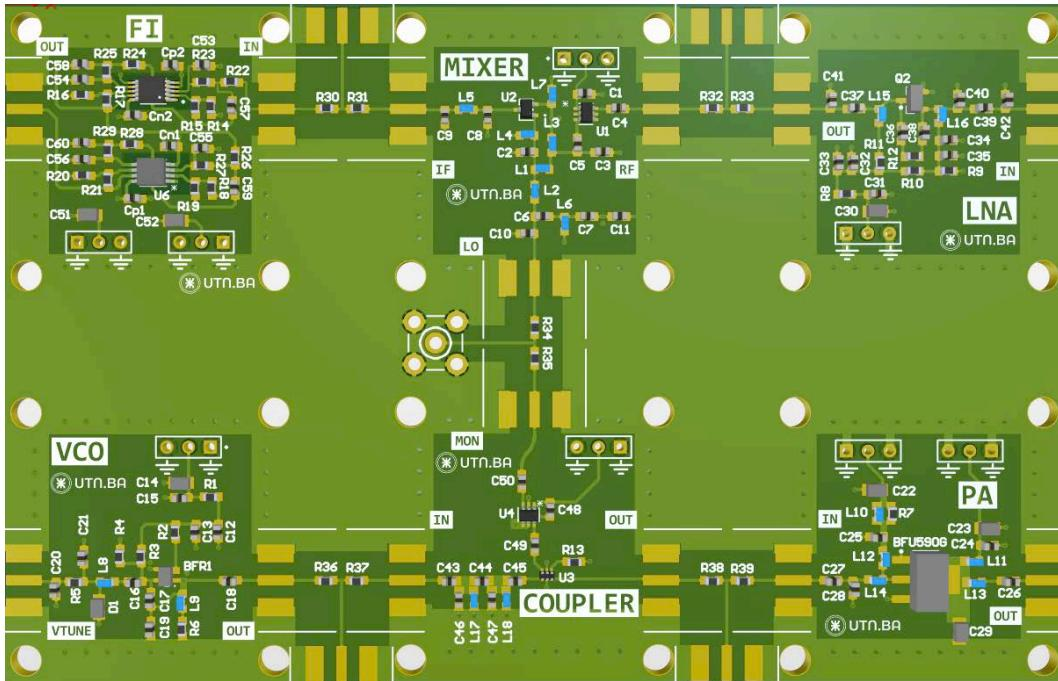

Figura 1.1: Circuito impreso correspondiente al RADAR implementado durante la cursada de EAIII.
La representación del circuito impreso del radar puede observarse en la Figura 1.1. Como se observa, el mismo consiste de seis bloques: 1) Oscilador Controlado por Tensión (VCO), 2) Acoplador, 3) Amplificador de Potencia (PA), 4) Amplificador de Bajo Ruido, 5) Mezclador y Amplificador de Frecuencia Intermedia (FI). Más detalles del principio de funcionamiento del RADAR y sus archivos de diseño pueden encontrarse en el repositorio de la materia (https://github.com/aalmela/EAIID_Radar).